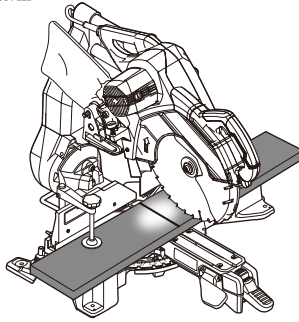

图17
7. LED照明系统 (图17) [XACT CUT LED™]